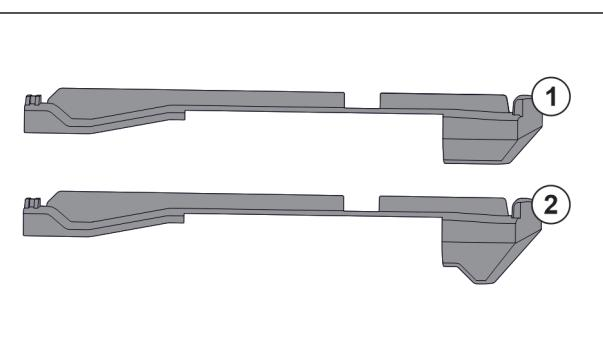

Fig. 74 Compararea pieselor de fixare
În aparat există două piese diferite de fixare. Piesa de deasupra sertarului de jos Fig. 74 (2) are o margine triunghiulară. Toate celelalte piese de fixare Fig. 74 (1) au o margine dreaptă.
- Montați piesa de fixare Fig. 74 (2) cu marginea triunghiulară peste sertarul de jos.
- Montați piesa de fixare Fig. 74 (1) cu marginea dreaptă la toate celelalte poziții.